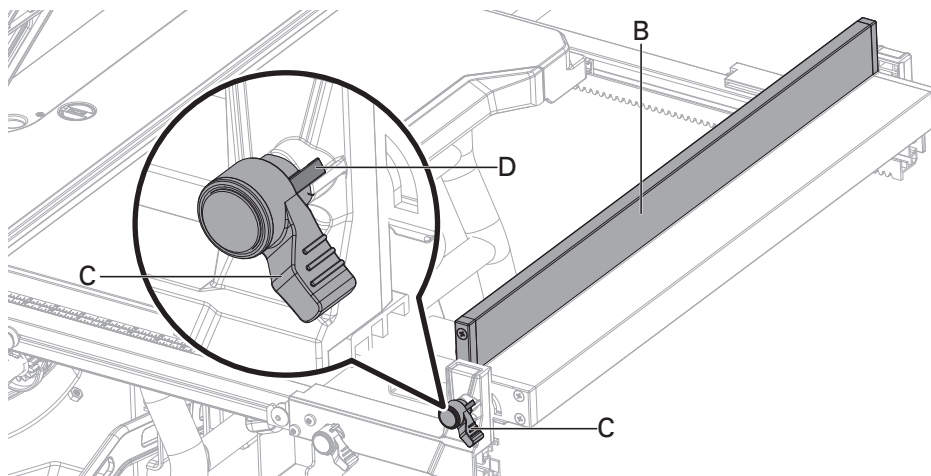

Fig. 20c
Para bloquear el borde estrecho (B), gire la palanca de bloqueo (C) como se visualiza en la Fig.20c hasta que presione contra el reborde.
Unidad secundaria de guía (Fig. 20c-20e)
- Gire la guía estrecha hasta la posición mostrada en Fig. 20c.